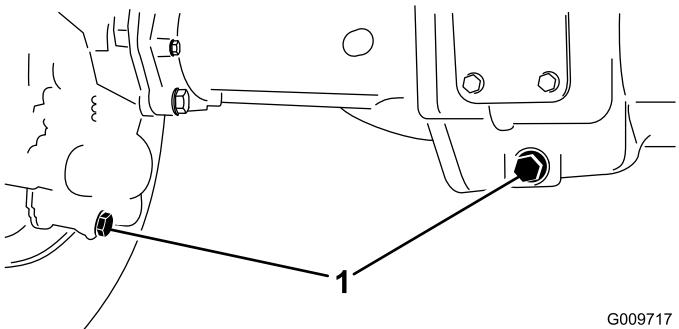

Figure 41
2. Nettoyez la surface autour des 3 bouchons de vidange, 1 à chaque extrémité et 1 au centre (Figure 41).